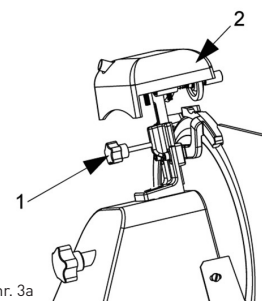

FIG. nr. 3a
- deșurubați butonul (1, FIG. nr. 3a), ridicați (a) dispozitivul de ascuțit (2, FIG. nr. 3a) până la poziția în care se blochează 180°.